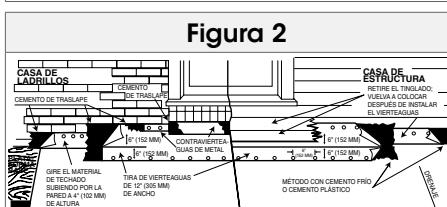

Figura 2
- Vierteraguas de Pared se requiere en todas las paredes verticales. Si hay un tinglado en el lugar, retire el tinglado en las áreas donde se va a colocar vierteraguas. Aplique cemento de traslape a la pared y gire el techo en rollo subiendo 4" (102 mm) por la pared. Clave en la parte superior cada 6" (152 mm) en el centro. Corte una hilada de vierteraguas de 12" (305 mm) de ancho; instale la hilada de vierteraguas sobre una untadura de cemento a 6" (152 mm) subiendo por la pared y a 6" (152 mm) hacia el techo. Clave la hilada de vierteraguas cada 6" (152 mm) en el centro a lo largo de los bordes. Reinstate el tinglado para proporcionar contra-vierteraguas o instale un contra-vierteraguas de metal montado sobre ranura (Ver Figura 2).